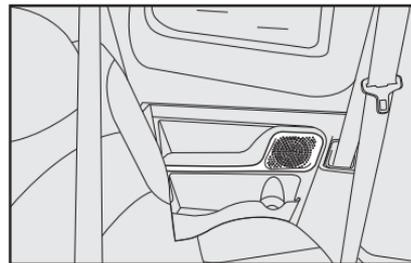

fig. 91
- En la lateral trasera de la Strada Double Cabina **fig. 91**.